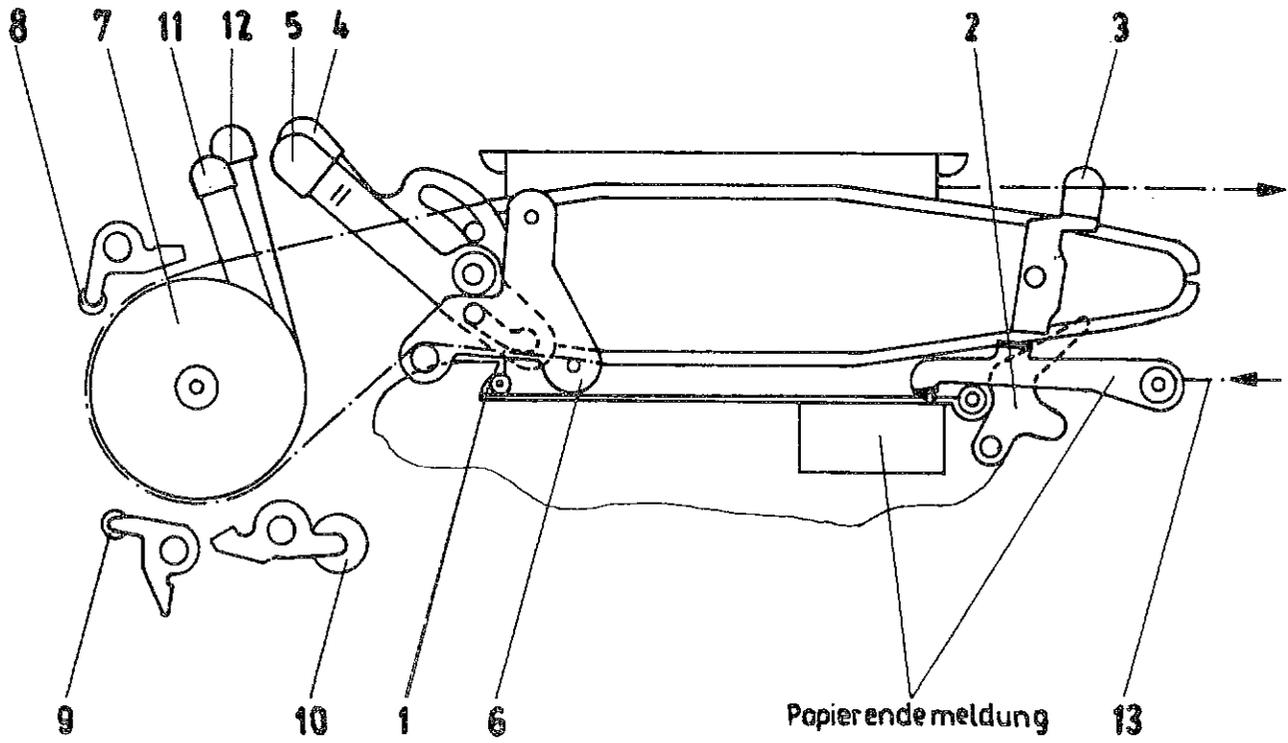

Bild 8
- Mit Hebel (3) werden die Feststellmechanik geöffnet und die Traktoren (Einrichtung für den Papiertransport) auf Formularlänge und -breite ausgerichtet. Die Formularbreite wird durch Auflegen des entsprechenden Formulare auf die Traktoren eingestellt. Dabei müssen die Schlitze der Traktoren mittig zu den Transportlochungen des Papiers liegen. Die Handräder zum Verdrehen der Sechskantachsen werden gleichmäßig auf die Papierbreite verteilt. Die Traktoren sind auch so einzustellen, daß die Abfühlhebel für die Papierendmeldung nicht im Bereich der Randlochung des Papiers liegen.
- Das Öffnen der Andruckrollen der Druckwalze (8, 9, 10) erfolgt mit den entsprechenden Hebeln (11, 12) außer Andruckrolle (8), die einfach mit der Hand bedient wird.
- Die Spannachse (6) ist nach Lösen der Rändelmutter an der linken und rechten Seitenwand mit Hilfe der Hebel durch Verschieben nach vorn zu entspannen.
- Das Papier von hinten entsprechend Bild 8 einführen. Mit Hilfe des Walzendrehknopfes der Druckwalze (7) werden die Transportnocken in die ersten Perforationslöcher bewegt und das Papier um die Druckwalze gefördert (Druckwagen leicht abgeschwenkt!).
- Papier unter der oberen Andruckrolle (8) in die oberen Transportnocken führen.
- Nur wenn das Papier nicht glatt an der Schreibwalze liegt, ist durch gefühlvolles Einstellen der Spannachse (6) das Papier auszugleichen. Ein zu straffes Spannen des Papiers um die Druckwalze ist unbedingt zu vermeiden!